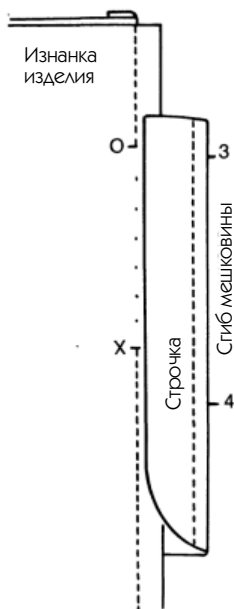

Рис. 570
3. Рис. 570: подкладка была сложена вровень с тканью (на точках 3 и 4), затем выполняется строчка от одного до другого конца мешковины на расстоянии примерно 0,8 см от сгиба, что поддерживает край ткани закрытым.